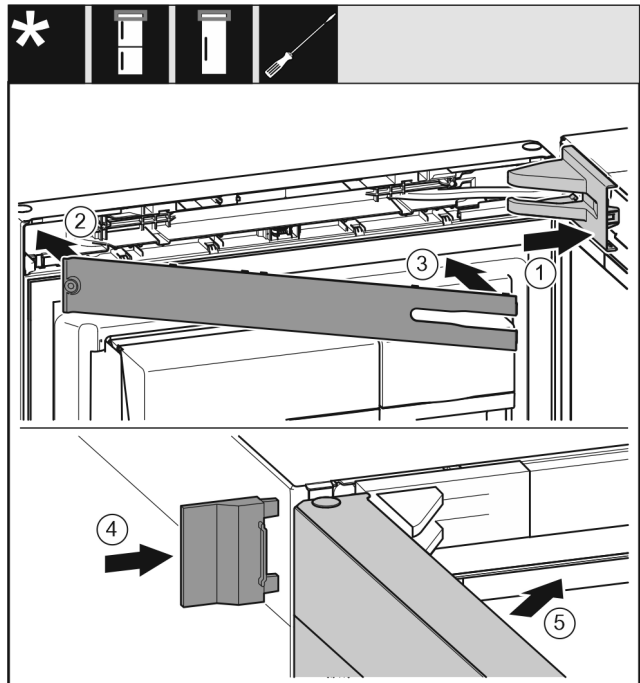

Fig. 22
- Lagerbockabdeckung aufsetzen und einrasten, ggf. vorsichtig auseinanderdrücken. Fig. 22 (1)
- Blende aufsetzen. Fig. 22 (2)
- Blende einschwenken und einrasten. Fig. 22 (3)
- Äußere Abdeckung aufschieben. Fig. 22 (4)
- Obere Tür schließen. Fig. 22 (5)